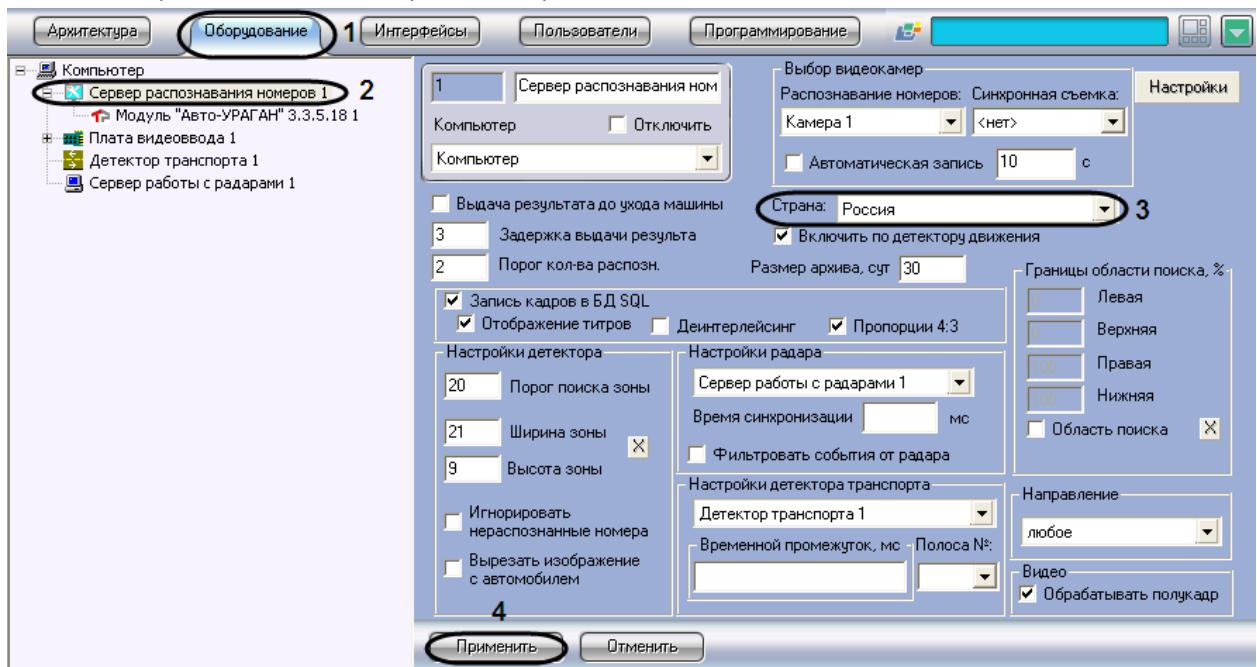

Рис. 7.2—14. Выбор государства-эмитента
1. В диалоговом окне «Настройка системы» перейти на вкладку «Оборудование» (Рис. 7.2—14, 1).
2. В дереве объектов на вкладке «Оборудование» выбрать объект «Сервер распознавания номеров», соответствующий активированному программному модулю «Авто-УРАГАН 3.5.0.29» (см. раздел «Активация программного модуля, используемого для распознавания номеров», Рис. 7.2—14, 2). В правой части вкладки «Оборудование» отобразится панель настройки выбранного объекта.
3. Выбрать государство-эмитент из списка «Страна» (см. Рис. 7.2—14, 3).